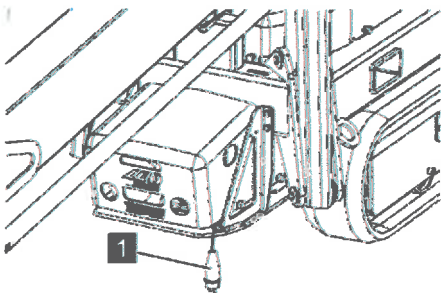

Abb. 40: 230-V-Anschluss
1. Stecker (Abb. 40/1) mit 230-V-Verlängerungskabel verbinden. Dabei die erforderlichen Kabellängen beachten (☞ „Kabellängen“ auf Seite 40).